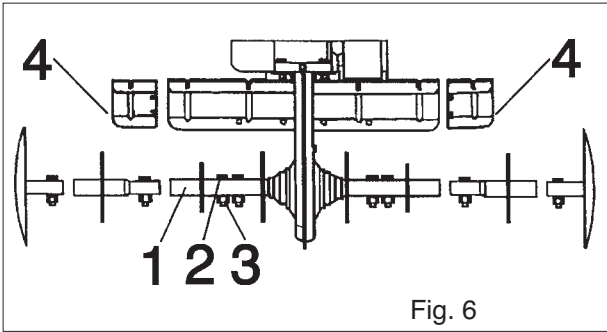

Fig. 6
MONTAGGIO DELLE FRESE A ZAPPETTE (Fig. 6)
2. Infilare il mozzo delle frese (Fig. 6, particolare 1) all'albero della motozappa, tenendo presente che:
3. Bloccare la fresa a zappette all'albero della motozappa mediante le viti (2), e i dadi (3).
4. Montare le protezioni laterali della fresa (5) mediante le viti (6) e i dadi (7).